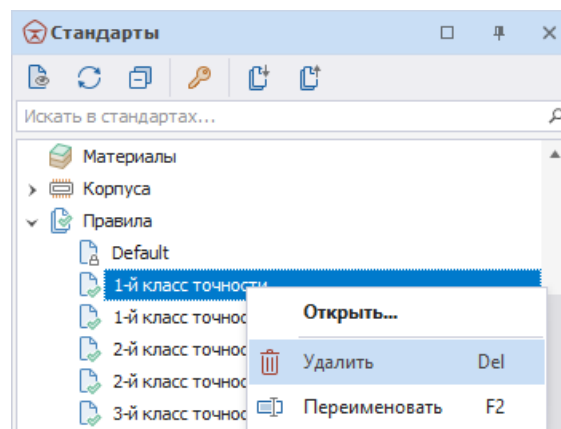

Рис. 102 Удаление шаблона правил
2. Вызовите контекстное меню и выберите пункт «Удалить», Рис. 102. Для данного действия также задана горячая клавиша «Delete».